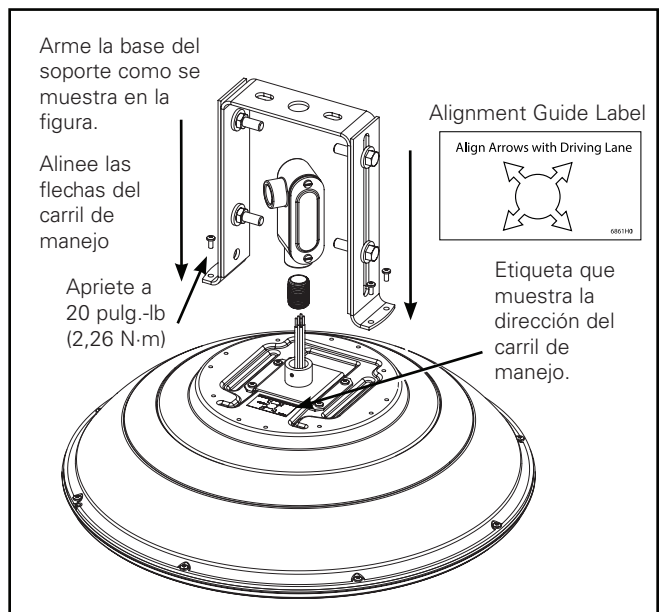

Figura 8. Trunnion Mount Option
Instalación de Montaje en Soporte (TMB) (Figura 8)
Instalación de Montaje en Pared (WM) (Figura 8)
2. Ensamble el soporte de montaje en pared al brazo correspondiente usando los tres (3) tornillos de cabeza de n.º 8 suministrados.
3. Ensamble la placa de montaje rápido al soporte de montaje en pared usando los cuatro (4) tornillos n.º 10 suministrados.